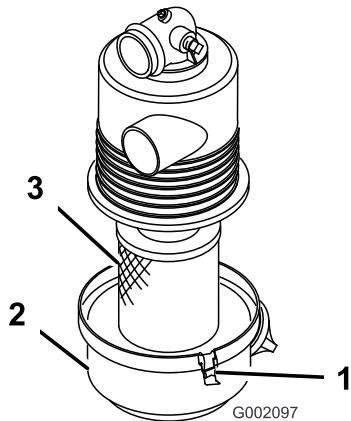

图16
1. 检查空气滤清器壳体是否有可能导致空气泄漏的损坏。确保盖子密封在空气滤清器壳体周围（图16）。
2. 松开将空气滤清器盖固定到空气滤清器外壳上的卡扣（图16）。
3. 从空气滤清器外壳上分离空气滤清器盖，并清洁盖子的内部（图16）。
3. 将空气滤清器滤芯插入空气滤清器外壳（图16）。
4. 将空气滤清器盖与空气滤清器外壳对齐（图16）。
5. 用卡扣（图16）将盖子固定到外壳上。